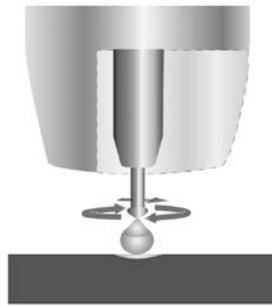

Fig. 30
4. En raison de ce pincement, la gouttelette se sépare et tombe dans le bain de fusion en formation (fig. 30).